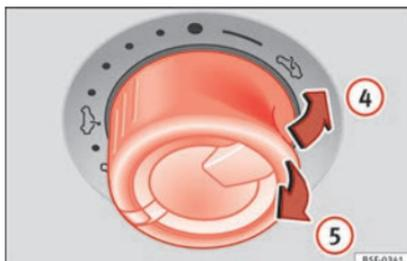

Fig. 12 No tejadilho interior: pressionar ou puxar o comando para levantar o teto e fechá-lo.
- Levantar: rode o interruptor para a posição » Fig. 12 ④. Para uma posição intermédia, mantenha o interruptor acionado até atingir a posição desejada.
- Baixar: coloque o interruptor na posição » Fig. 12 ⑤. Para uma posição intermédia, mantenha o interruptor acionado até atingir a posição desejada.